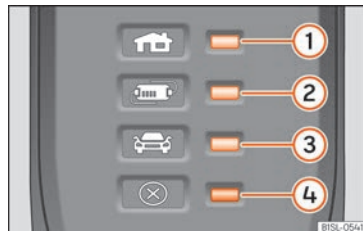

Fig. 233 No cabo de carregamento para tomadas de corrente: Luzes de controlo do dispositivo de proteção.
» » » Fig. 233:
» Fig. 233 faz com que o conector de carregamento permaneça sem corrente até se ligar na tomada de carregamento do veículo.
Uma ou várias luzes de controlo » Fig. 233
Indicação » Fig. 233	Significado
» Fig. 233 ①, ② ou ③ o indicador de funcionamento, há uma avaria.